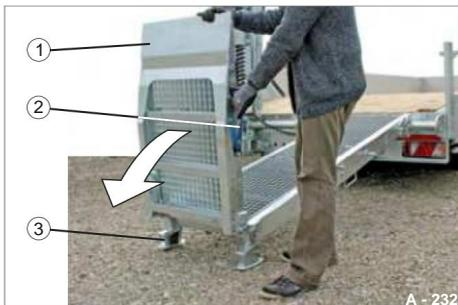

Fig. 96 Aprire la parte superiore
• Afferrare l'anello (Fig. 96/2).
• Aprire la parte superiore (Fig. 96/1).